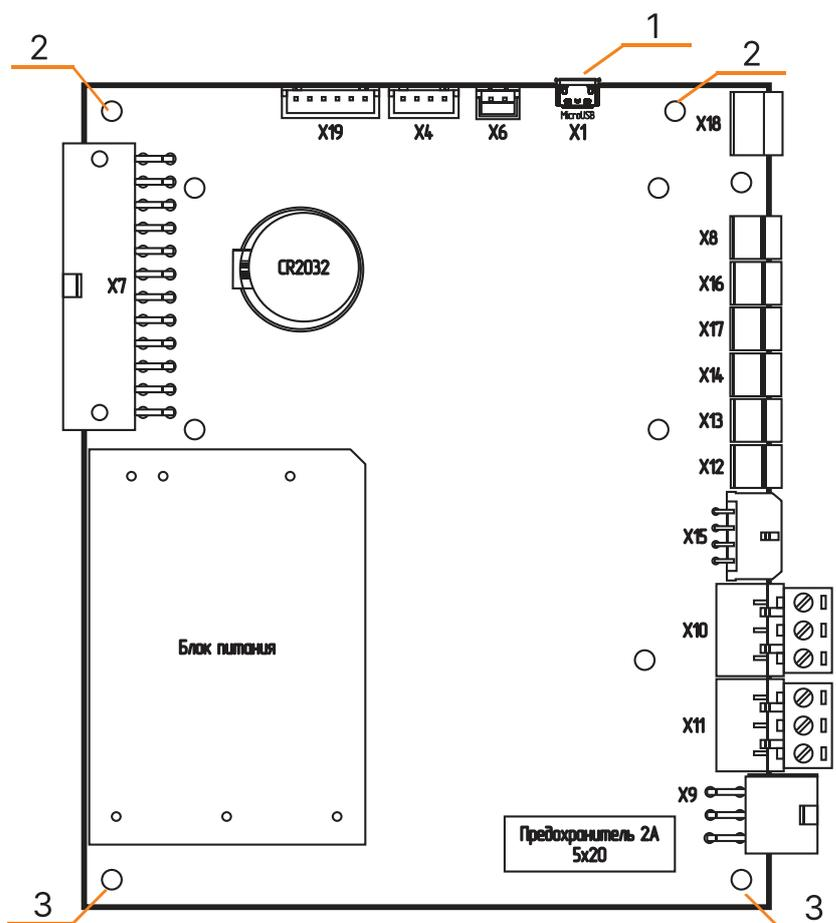

Рис.28 Плата контроллера
4. открутите винты (Рис.28, поз.2) крепления платы контроллера со стороны microUSB разъема;
5. немного ослабьте винты (Рис.28, поз.3) со стороны предохранителя;
6. подключите кабель microUSB-USB A к разъему X1 (Рис.28, поз.1) и к порту компьютера на операционной системе Windows;